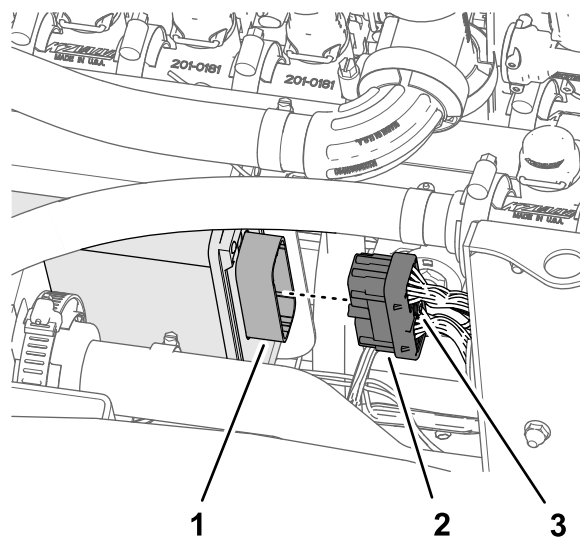

Рисунок 132
2. Вставьте 40-гнездовой разъем ответвления жгута проводов длиной 102 см из комплекта в 40-штыревой разъем контроллера опрыскивателя ASC 10 (Рисунок 132).
3. Заверните винт с рифленой головкой 40-гнездового разъема в разъем ASC 10 от руки (Рисунок 132).